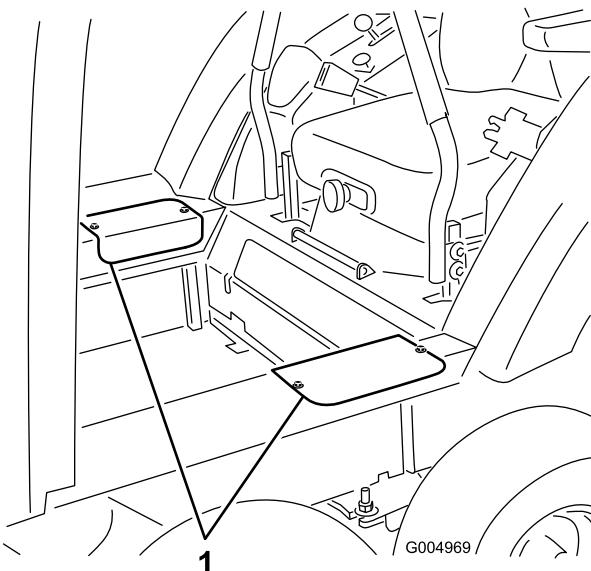

Figure 55
27. Posez les couvercles d'accès latéraux au moyen des vis retirées précédemment (Figure 55).